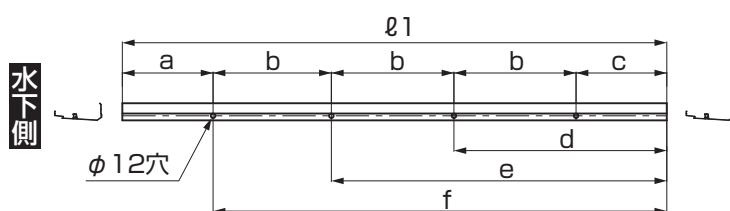
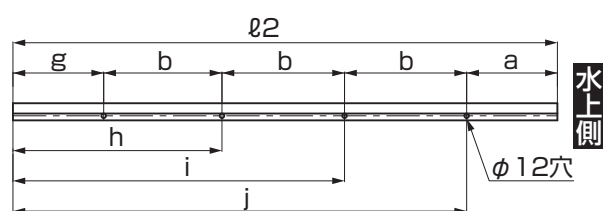
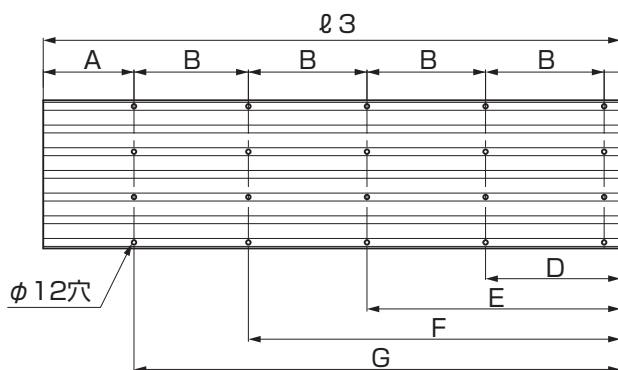
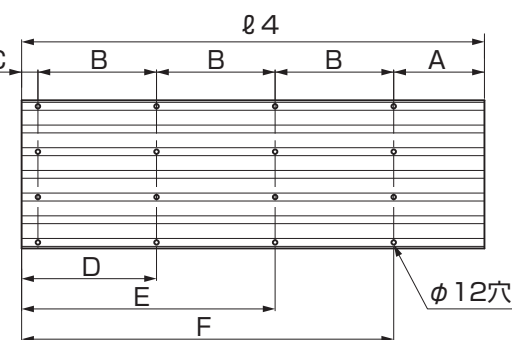

図3-9 側枠下(水上側)加工位置図
図3-10 側枠上(水下側)加工位置図
図3-11 折板下加工位置図
図3-12 折板上加工位置図
①図3-9、図3-10、図3-11、図3-12、表3-5、表3-6を参照して、側枠と折板を加工してください。